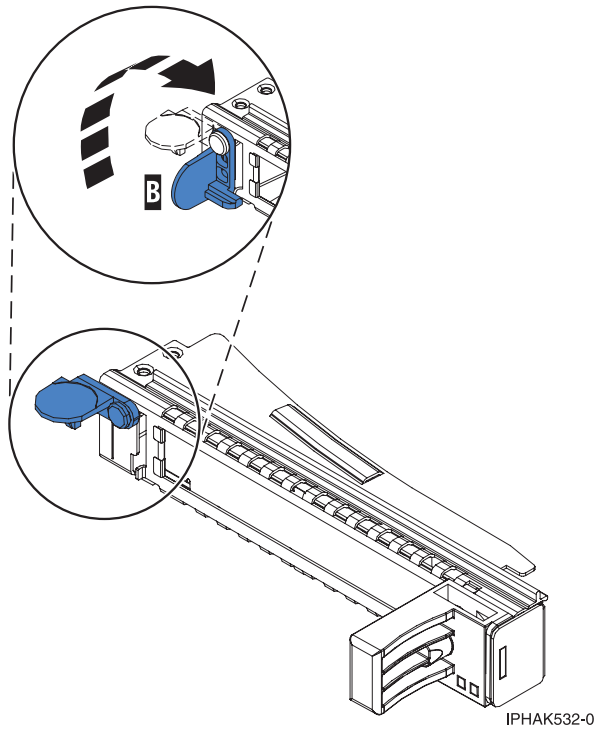

Figura 6. Apertura de la abrazadera de la contrapunta
- a. Para desbloquear la contrapunta de relleno, gire el pestillo **(B)** del final de la contrapunta de la casete, como se muestra en la Figura 6 en la página 7.